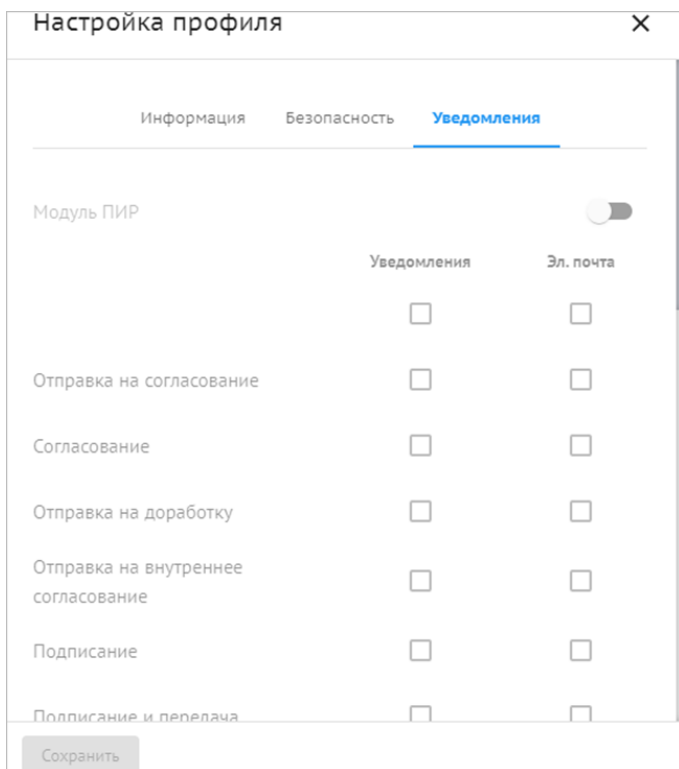

Рисунок 9. Вкладка «Уведомления».
- Вкладка «Уведомления» — настройка уведомлений (Рисунок 9):